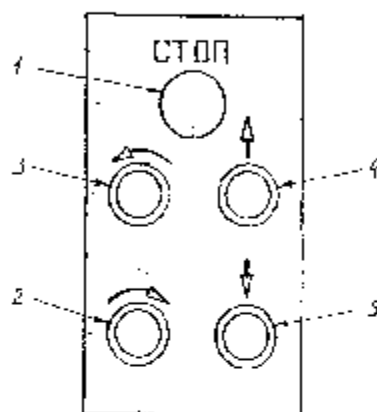

Рис. 2
13	Рис. 2 - пульт управления
6.4. Управление валцами кнопочное, осуществляется с общего пульта управления рис. 2.
Поз. см. рис. 2	Органы управления
8.15. Для снятия круглой обечайки необходимо откинуть щеколду 8 (рис. 2) освободив левый подшипник верхнего вала. Механизмом подъема 9 нажать на консоль верхнего вала. При этом левый конец вала поднимается. Снять заготовку.